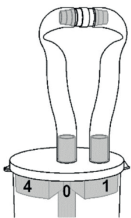

Abb. 4
- Ligar firmemente ambas as extremidades da mangueira com o conector da mangueira. A armadilha de pólipó de sucção é assim selada (Fig. 4).